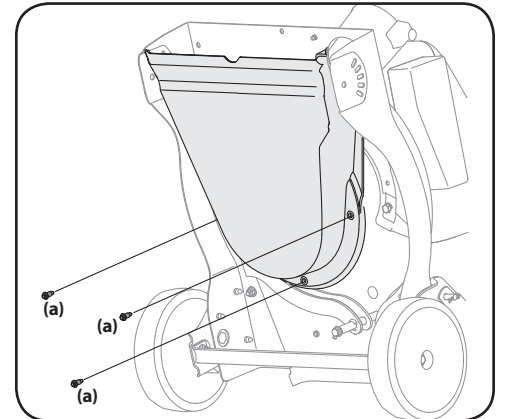

Figure 4-10
- Inclinez doucement la broyeuse-déchiqueteuse et tenez-le de façon à pouvoir accéder à la turbine et à la quincaillerie de la buse sous l'appareil. Retirez les trois boulons à épaulement (a) qui fixent la partie inférieure du boîtier en plastique noir du fléau au boîtier inférieur de l'appareil. Voir Figure 4-10.